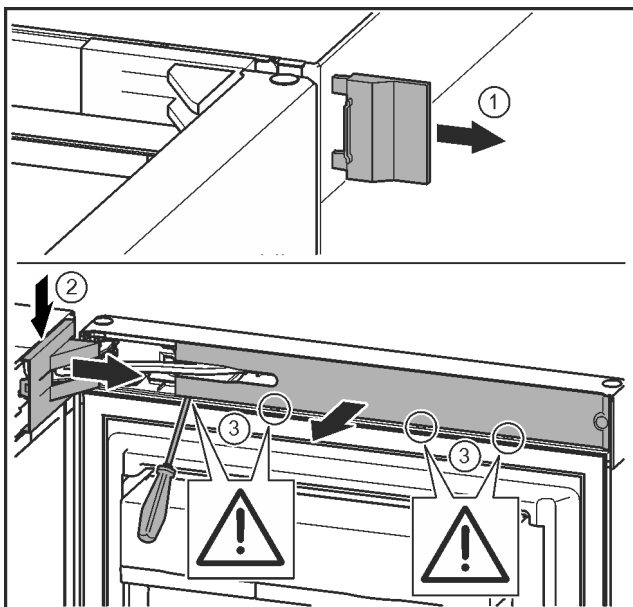

Fig. 10
- ▶ Äußere Abdeckung abnehmen. Fig. 10 (1)
- ▶ Lagerbockabdeckung ausrasten und lösen. Lagerbockabdeckung abnehmen. Fig. 10 (2)
- ▶ Blende mit Schlitzschraubendreher ausrasten und zur Seite schwenken. Fig. 10 (3)